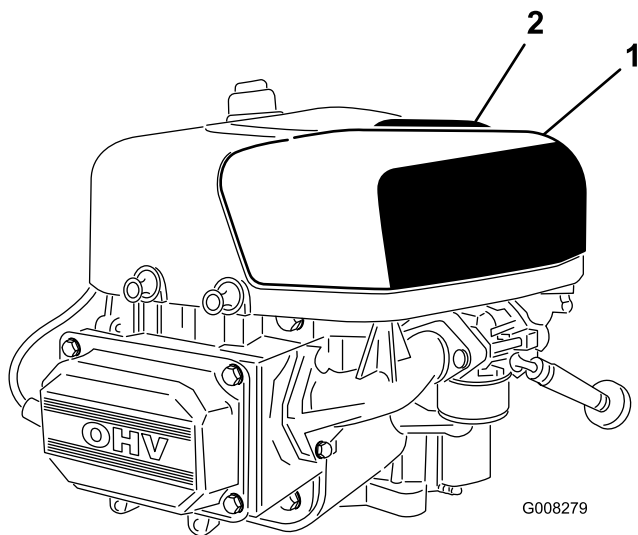

Figura 21
2. Tire hacia arriba del asa de la tapa del limpiador de aire y gírela hacia el motor (Figura 21).